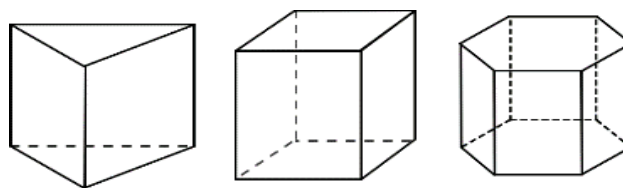

Рис.3. Фигуры, образованные перпендикулярными ребрами
1. Тела, образованные плоскостями и имеющие перпендикулярные ребра(кубы, прямые призмы) (рис.3).